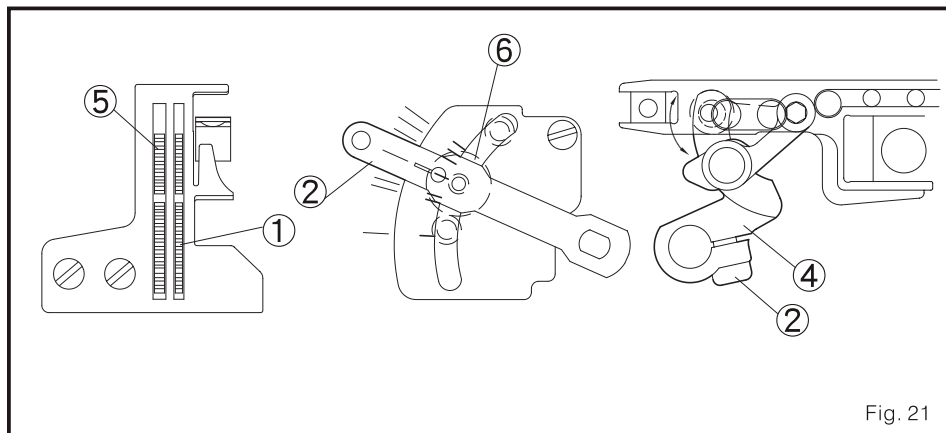

Fig. 21
- C. Gire a roda da faixa para uma posição específica. Tenha certeza que a atividade de transportar do transportador denteado diferencial 1 fique em zero, o que significa que embora a barra balanceadora 2 se mexa de topo ao baixo, o transportador 1 mantém no seu lugar (Fig. 21)